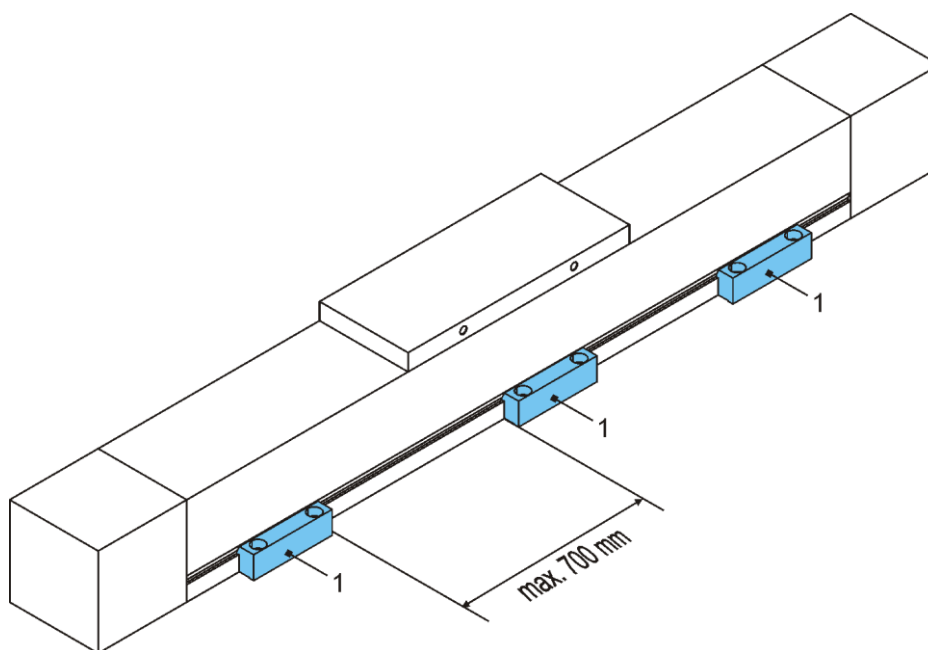

Figura 3: Listelli di fissaggio (1)
1. Fissare i listelli di fissaggio (1) provvisoriamente nella posizione indicata, senza serrarli (Figura 3).
3. Serrare i listelli di fissaggio (1)